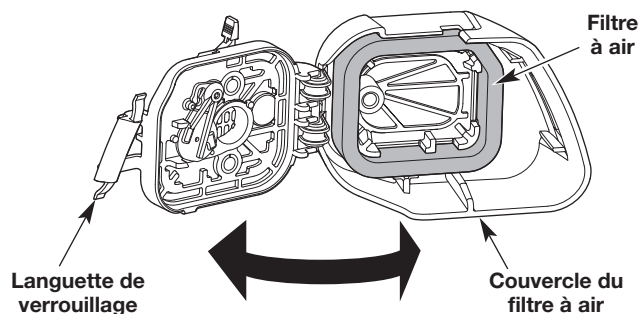

Fig. 20
1. Pour ouvrir le couvercle du filtre à air: appuyez sur la languette de verrouillage et pivotez le couvercle du filtre à air vers la droite (Fig. 20).
2. Retirez le filtre à air de l'intérieur du couvercle du filtre à air (Fig. 20).
6. Remettez le filtre à air en place à l'intérieur du couvercle du filtre à air (Fig. 20).
7. Pour fermer le couvercle du filtre à air : pivotez le couvercle du filtre à air vers la gauche et appuyez dessus en position fermée jusqu'à ce que la languette de verrouillage s'enclenche en place (Fig. 20).